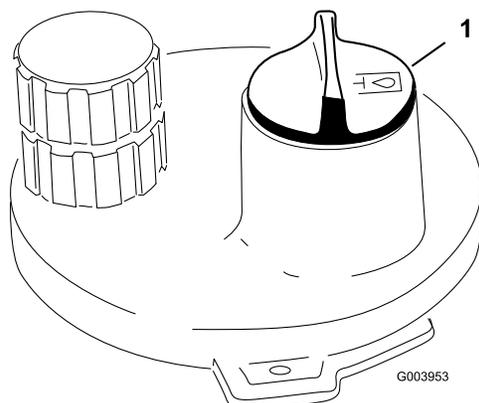

図 35
3. 油圧オイル・タンクの注油口周辺をきれいに拭き、キャップ (図 35) を外す。給油口からキャップを取る。